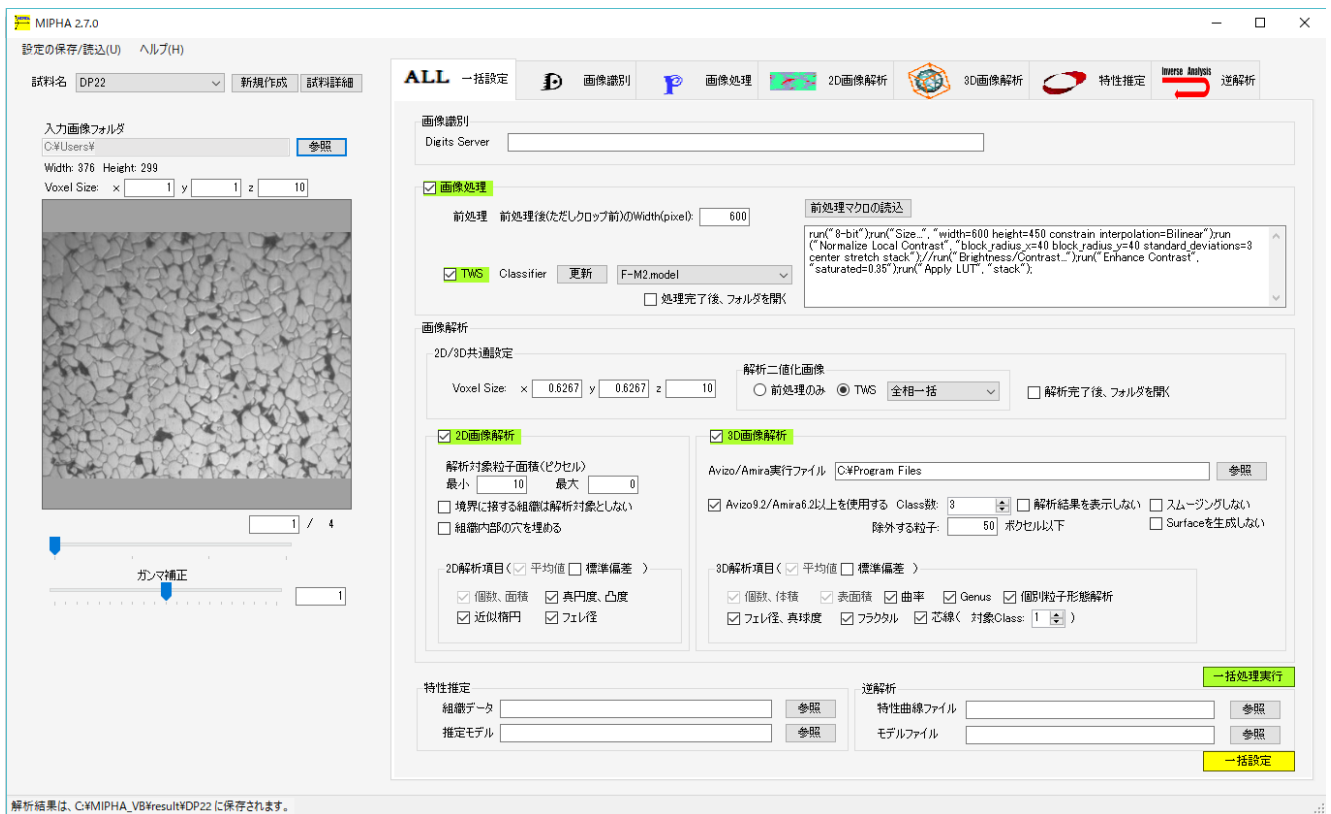

図1 MIPHA の操作画面（一括設定・一括実行）
- 一括設定画面(図1): 以下のモジュールの一括設定・一括実行を行うことができます。